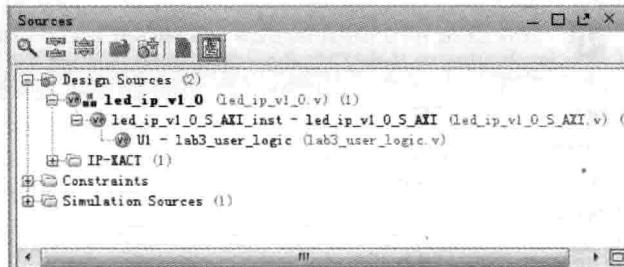

图 4.66 定制 IP 的文件层次
(33) 出现 Add Sources 对话框界面。在该界面下,选中前面的 Add or Create Design Sources 复选框。
(34) 单击 Next 按钮。
(35) 出现 Add Sources-Add or Create Design Sources 对话框界面。在该界面下,单击 **Add Files...** 按钮,定位到路径/vivado\_example/zynq/source/lab3\_user\_logic.v。
(36) 单击 OK 按钮。
(37) 单击 Finish 按钮。
(38) 按 Ctrl+S 保存设计。
(39) 如图 4.66 所示,可以看到定制 IP 核完整的文件层次结构。下面给出了 lab3\_user\_logic 的代码。请读者仔细分析该段代码实现的功能。